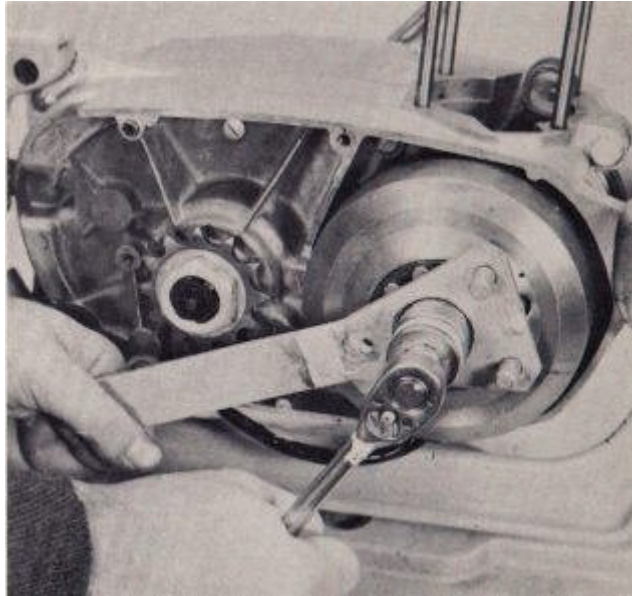

FIG. 4
2. Montar la herramienta de explotación del volante OSSA No.999-206 en los dos orificios o ranuras en el volante magnético. Con una llave de 26mm, retire la tuerca de volante magnético. (Fig. 4)